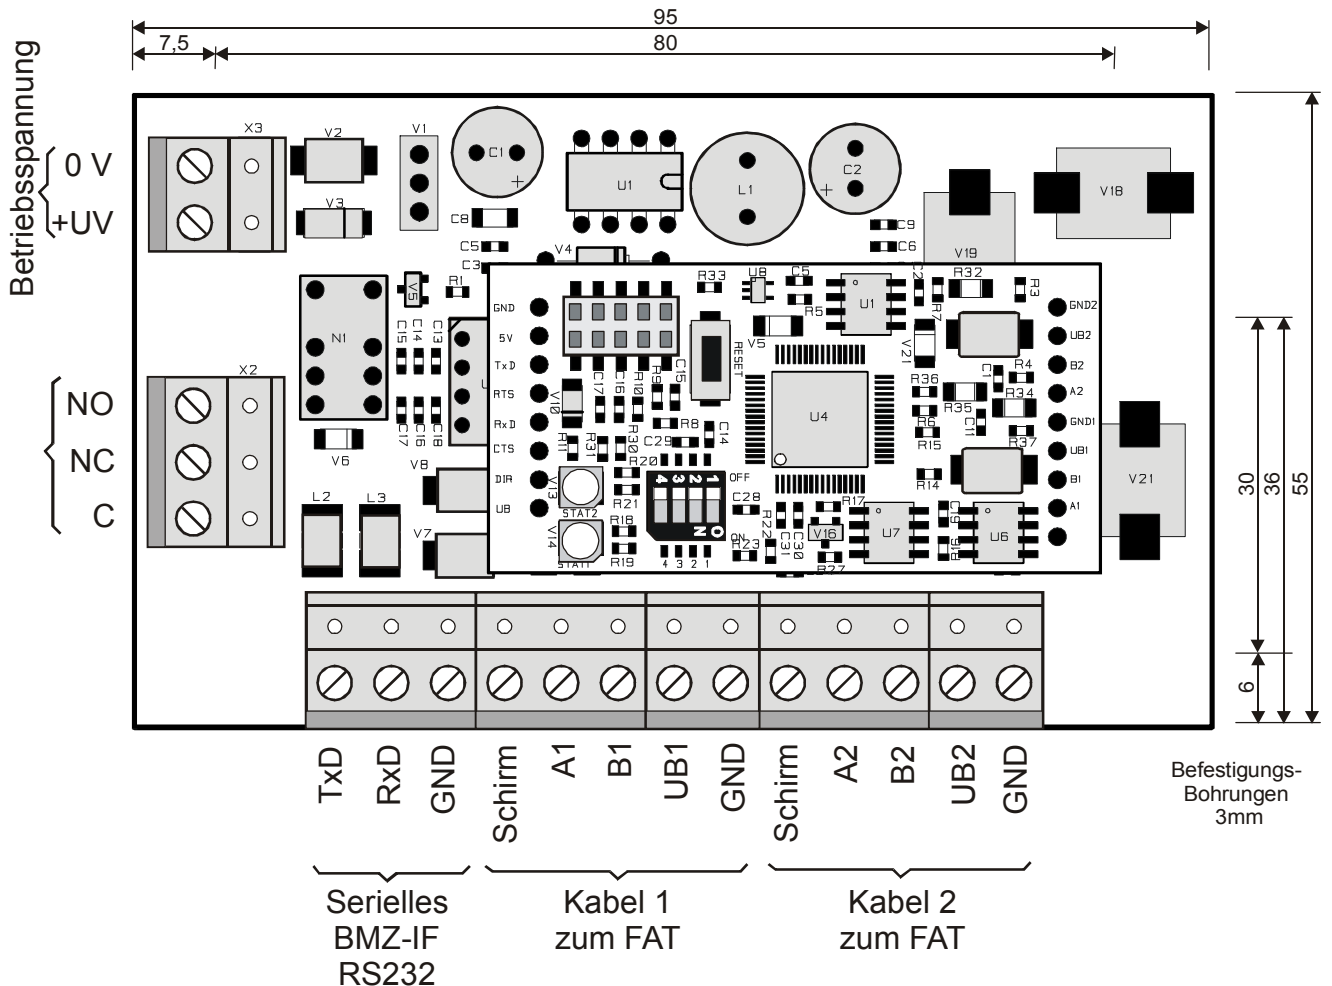

Abbildung 15 : Anschlussbelegung Adapter ADP-NB
**Achtung ! Die PTC V18 – V21 auf dem ADP-Nx (s. Abbildung 15) werden bei UB-Kurzschluss heiß !** Die Baugruppe nicht in unmittelbare Kabelnähe montieren !